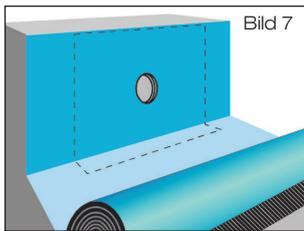
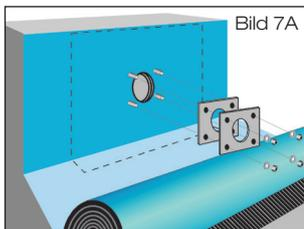

Bild 7
Bild 7A
Oberseite der Anschlussmanschette durch Erhitzen verflüssigen (Schweißverfahren). Dampfsperrbahn paßgenau über den Schiebeflansch mit Anschlussmanschette im flüssigen Heißbitumen ausrollen, anschließend gleichmäßig andrücken bzw. anrollen (Bild 7 bzw. Bild 7A).
1.9 Bei Verwendung von Dampfsperrbahn aus **Kunststoff** bei Ausführung DN 50 Kompressionsdichtung über Dampfsperrbahn anbringen und mit Losflansch und beiliegenden Muttern verklemmen (Bild 7A). Beiliegende Muttern mit Steck- oder Ringschlüssel SW 17 gegenüberliegend anziehen. Anzieh-Drehmoment: 20 Nm (Dampfsperrbahn aus Bitumen) bzw. 30 Nm (Dampfsperrbahn aus Kunststoff). Dichtelement in Muffe des Schiebeflansches einlegen.